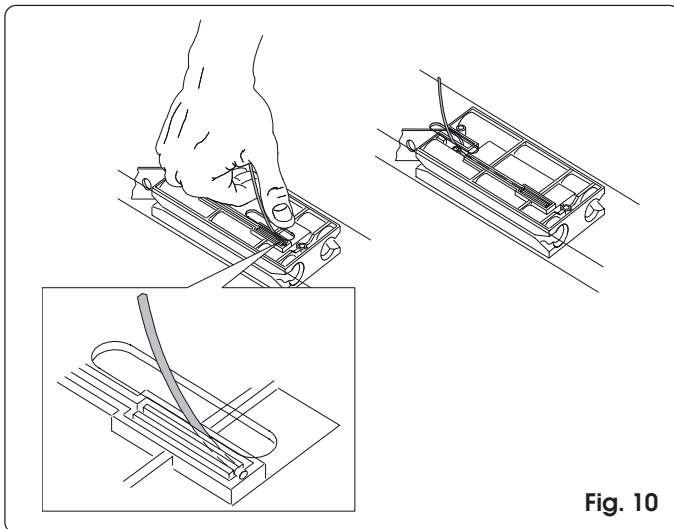

Fig. 10
- 2) Introducir el terminal del cable en el conector rojo (fig. 10).